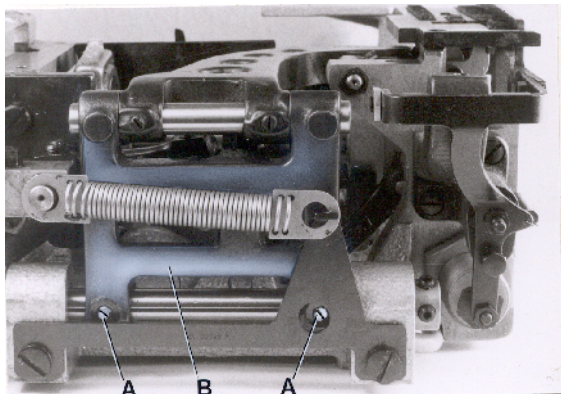

Fig. 7
After loosening screws (A, Fig. 7) rear in the feed rocker (B), the feed bar with feed dog can be moved laterally to center the feed dog in the throat plate slots, if required. Retighten screws (A).
Nach den Lösen der Schrauben (A, Fig. 7) hinten im Transportrahmen (B) kann der Transporteurträger, bei Bedarf, mit dem Transporteur seitlich verschoben und in den Stichplattenschlitzern vermittelt werden. Ziehen Sie die Schrauben (A) wieder an.